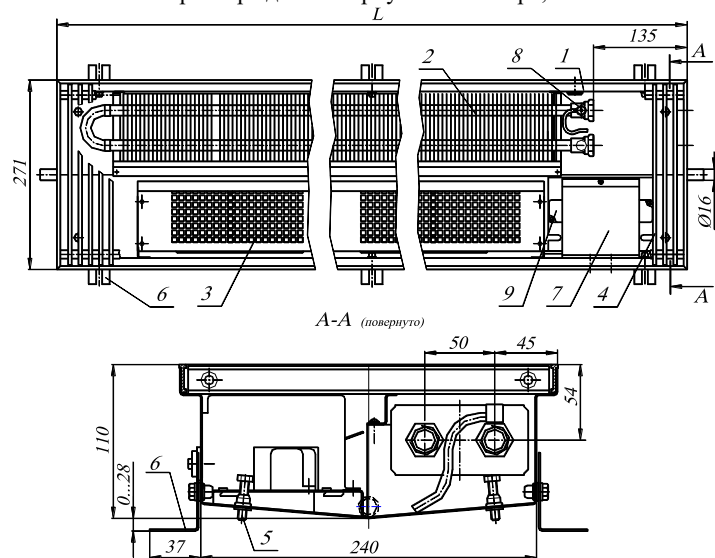

Рис.1 Конвектор КВOK12 27.11.060...300-ВКТ-II
4.1. Конвекторы имеют (см. рис.1, 3):
4.2 Размеры изделий представлены на Рис.1, 2, 3, 4 и в таблице 1, 2.